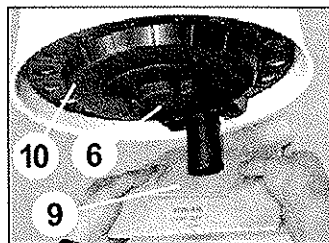

Fig.3
Byte av dammpåse och service av filter om monteringsats för dammpåse används [fig. 3]: Ta bort dammpåsen (9), öppna fästmuttern (6) under filtret, ta bort stödet för dammpåsen [hålskivan] (10), lös-gör filtret [se punkt 2.2 *Filterservice*].